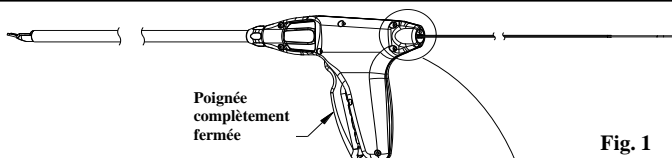

Fig. 1
2. Pressez à fond la gâchette de la poignée. (Fig. 1)